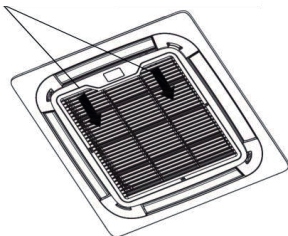

Figure 1
1. Deposer la grille d'entrée d'air en appuyant sur les 2 verrous sur la grille (Figure 1).